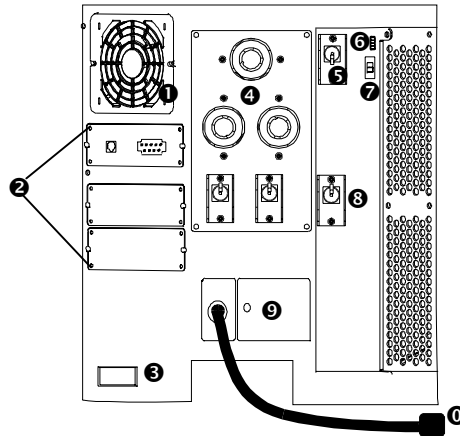

Figura 3: Vista posteriore di Symmetra RM (200/208 V C.A. / in figura: vers. L1-L2-G)
Unità di distribuzione alimentazione (PDU) ❹: Il tipo di unità dipende dalla gamma di tensione di Symmetra RM. La figura 3 mostra un Symmetra RM con una unità PDU 200/208 V C.A. (L1-L2-G). Contiene una presa L6-30 e due prese L6-20. L'unità PDU 220/230/240 V C.A. (L1-N-G) contiene otto prese IEC C13 e due prese IEC C19. La figura 6, a pagina 14, mostra le due unità PDU. L'unità PDU può essere cambiata sul posto da tecnici o elettricisti qualificati.